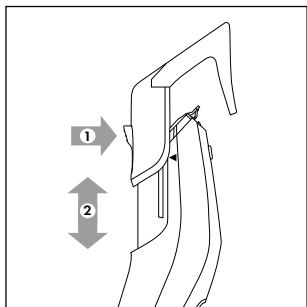
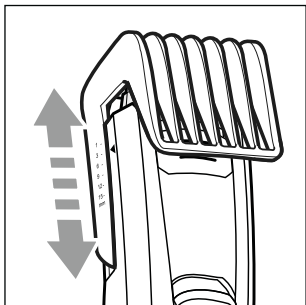

Fig. 3
Fig. 4
- ◆ Apăsăți butonul din partea din spate a pieptenului atașabil 10/11 și împingeți pieptenele atașabil 10/11 în sus sau în jos (a se vedea fig. 3). Astfel reglați lungimea de tăiere dorită (a se vedea și capitoulul **Tunderea părului**).
- 3) Reglați lungimea de tăiere în funcție de lungimea dorită a părului pe pieptenele atașabil ⑩/⑪. Apăsăți în acest scop butonul din partea din spate a pieptenului atașabil ⑩/⑪ și împingeți pieptenele atașabil ⑩/⑪ în sus sau în jos (a se vedea fig. 3). Lungimile de tăiere se pot vedea în lateral, pe marcajele pieptenului atașabil ⑩/⑪ (a se vedea fig. 4). Începeți cu o lungime de tăiere mai mare, iar pe parcurs utilizați treptat lungimi de tăiere mai mici.
- ◆ Reglați lungimea de tăiere în funcție de lungimea dorită a părului pe pieptenele atașabil **10/11**. Apăsăți în acest scop butonul din partea din spate a pieptenului atașabil **10/11** și împingeți pieptenele atașabil **10/11** în sus sau în jos (a se vedea fig. 3). Lungimile de tăiere se pot vedea în lateral, pe marcajele pieptenului atașabil **10/11** (a se vedea fig. 4). Scurtați barba doar treptat.